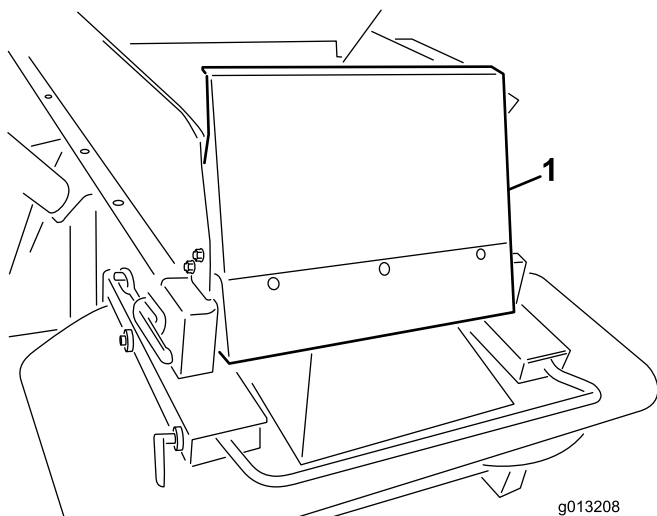

Figura 7
6. Montate la protezione della tramoggia mediante i bulloni a testa tonda da 1/4 x 5/8 poll. e i dadi di bloccaggio in nylon forniti (Figura 7).